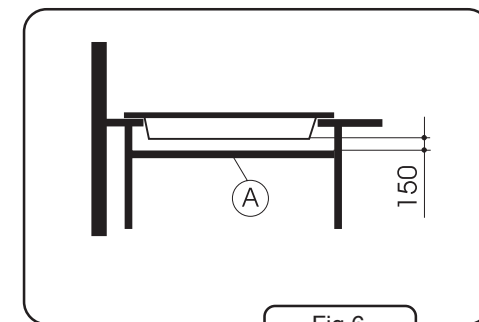

Fig.6
7. Sous le plan de travail on devrait monter une étagère „A” (fig.6) qui protégera l'utilisateur contre les brûleurs au cas où il touche le dessous de la table chaude. L'étagère doit être fixée après l'installation de la table dans le plan de travail.